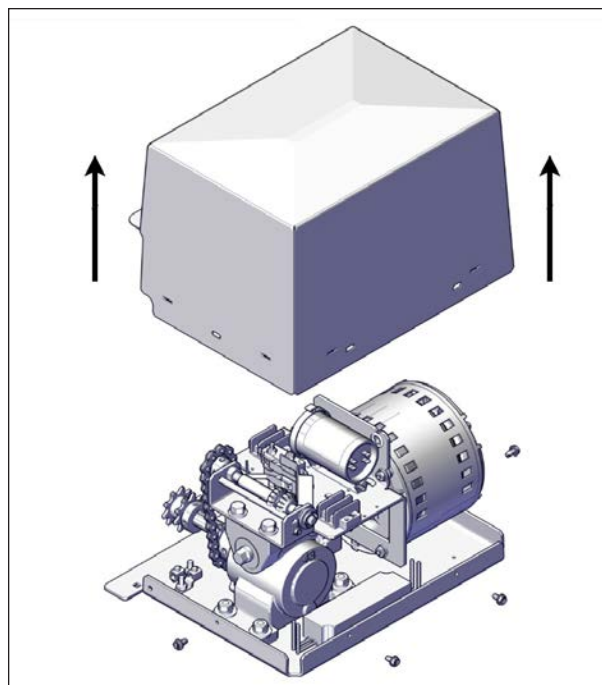

FIGURE 67: RETIRER LE COUVERCLE DE L'OPÉRATEUR
1. Démontez les 4 vis dans le bas du couvercle de l'opérateur et retirez le couvercle, voir Figure 67.
2. Démonter les quatre vis dans le bas du couvercle de l'opérateur et retirer le couvercle, voir Figure 67.